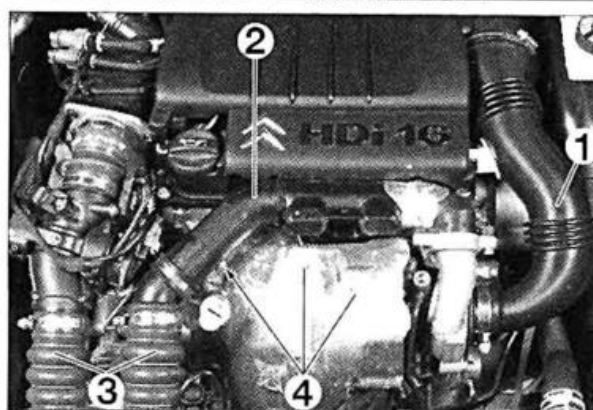
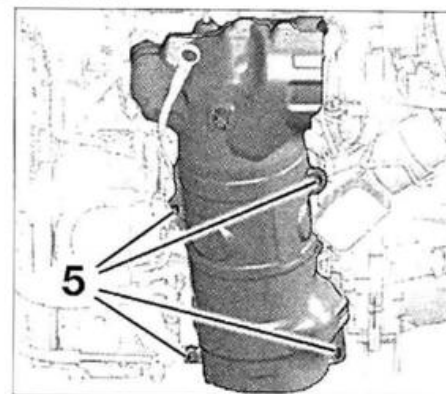

FIG. 39
FIG. 40
- el manguito de admisión de aire (1) (fig. 39).
- el conjunto resonador (2).
- los manguitos (3).
- los tres tornillos de fijación (4) de la pantalla térmica superior.
- los 4 tornillos de fijación (5) de la pantalla térmica inferior (fig. 40).